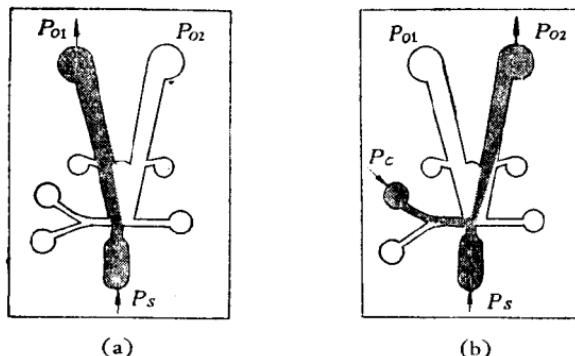

图 10
**“或非”元件** “或非”元件实际上是有两个或更多个控制通道的单稳元件 (图 10)。作用原理与上面介绍的单稳元件相同。